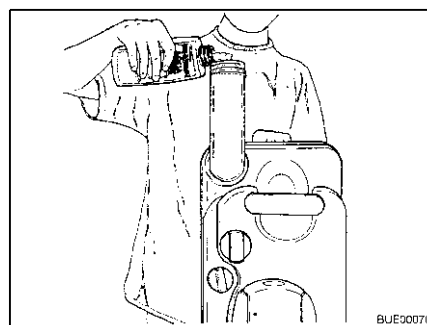

Bild 259 Fylla på sanitetsvätska
- Fyll på angiven mängd sanitetsvätska i latrintanken (Bild 259).